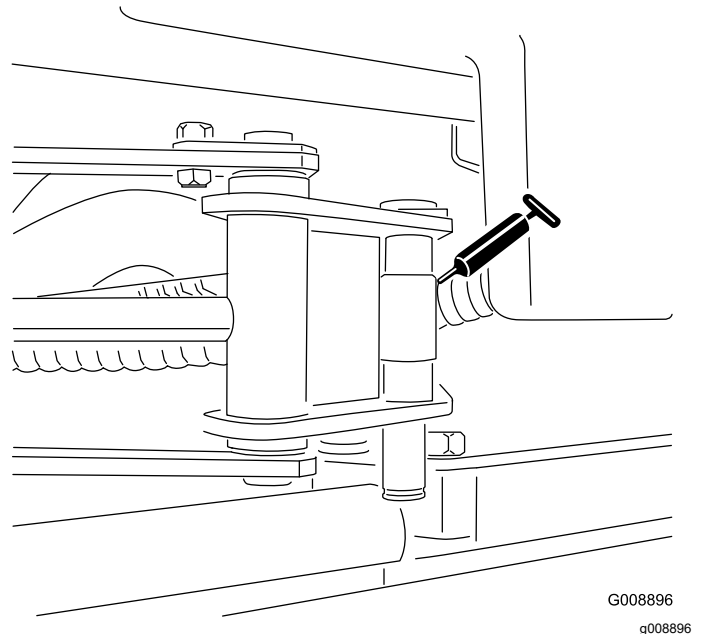

Figura 34
- 2 extremos de cilindro de sidewinder (Figura 34)